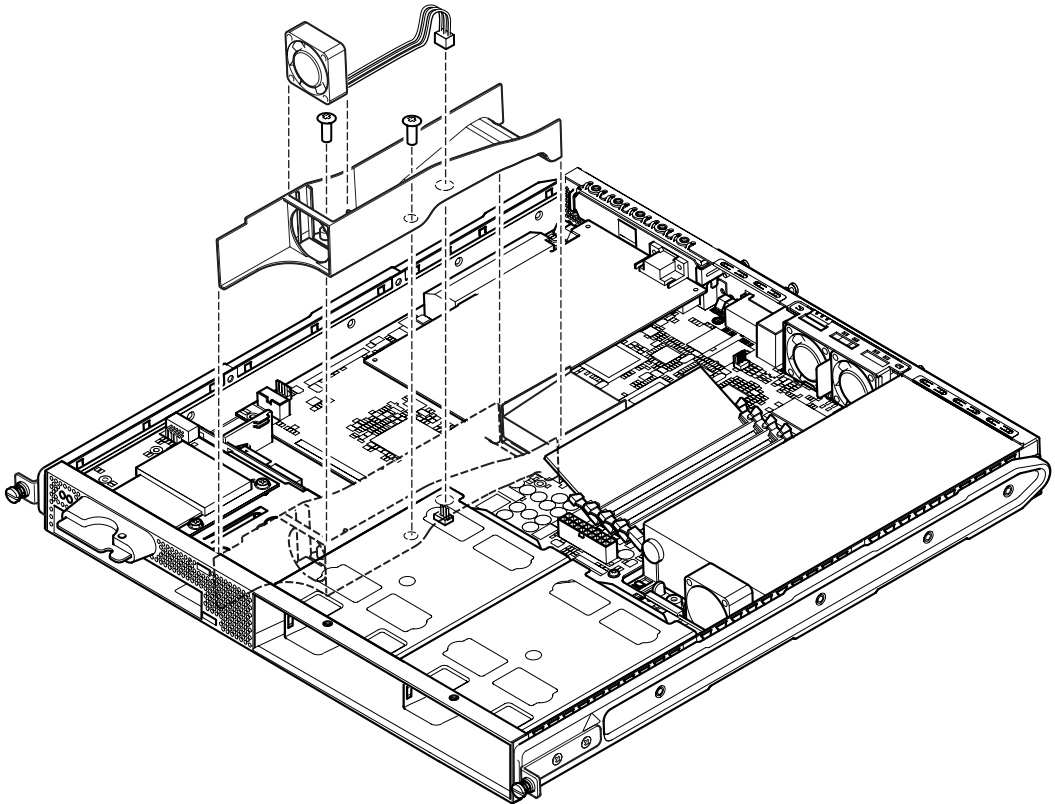

ABBILDUNG 11-8 Ersetzen der Lüfter 3-Einheit
10. Setzen Sie die Lüfter 3-Einheit wieder ein, indem Sie die Halterung im Gehäuse verschrauben und das Stromkabel des Lüfters in den Anschluss auf der neuen Systemplatine stecken (siehe ABBILDUNG 11-8).